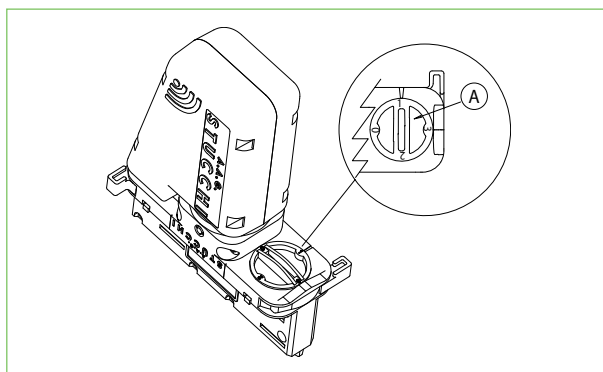

Fig. 3 Wahlschalter Phase
Wenn die Stromschiene an eine Dreiphasen-Anlage angeschlossen ist, kann ausgewählt werden, über welche Phase der einzelnen Strahler gespeist wird. Dazu den Wahlschalter (A) vom Adapter entsprechend einstellen (fig.3).